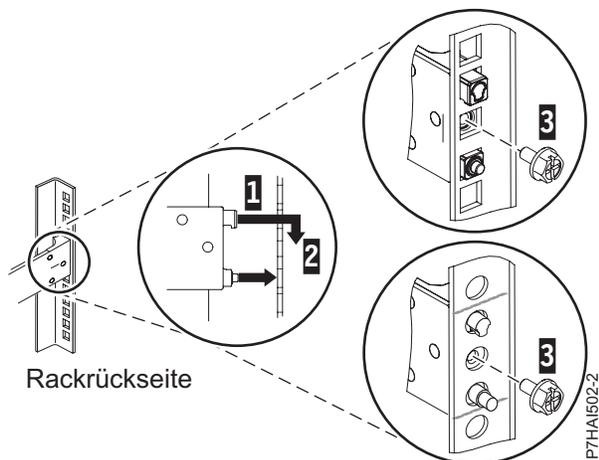

Abbildung 5. Stifte an den Bohrungen in der Rückseite des Racks ausrichten und in den Bohrlöchern einrasten lassen
3. Richten Sie die zwei Stifte an der Rückseite der Schiene an den zuvor markierten oberen und unteren Bohrungen in der ausgewählten Einheit aus. Ziehen Sie die Schiene zu sich heran, um die zwei Stifte in die Rackbohrungen einzusetzen (1) und senken Sie die Schiene ab (2), damit der hakenförmige obere Stift einrastet, wie in Abb. 5 dargestellt. Stellen Sie sicher, dass die zwei Stifte aus den Rackbohrungen herausragen, bevor Sie mit dem nächsten Schritt fortfahren.